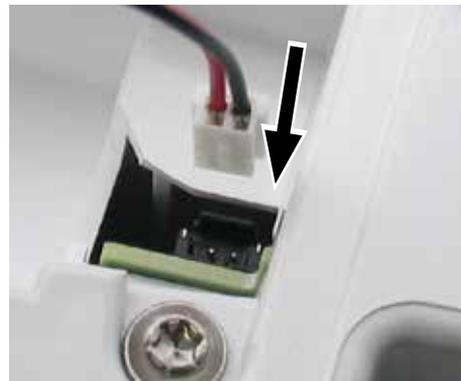

Abb. 3
**i** Bei Inbetriebnahmen das Anschlusskabel des Akkuhalters im Gerät einstecken (Abb. 3).